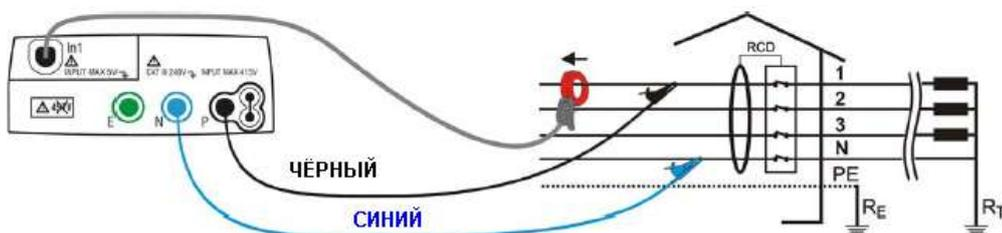

Рис.32: Схема подключения прибора для измерений к одно-/двух-фазной или 3Ф сети
4. Определите и зафиксируйте фазу (объект), выбранную для измерений. Подключите **синий** и **черный** наконечники измерительных проводов соответственно к входным гнездам прибора **N** и **P**. Подсоедините к ним зажимы-«крокодил» с соблюдением цветовой маркировки. Подключите измерительные провода с зажимами-«крокодил» к энергосети как указано на рис. 32.